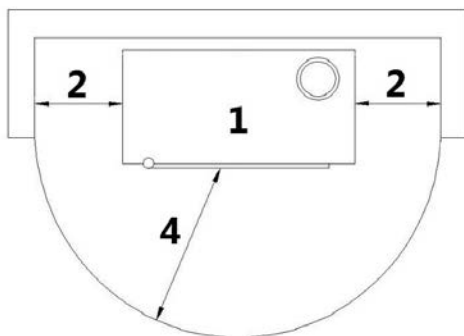

Fig. 34 - Installation murale
| LÉGENDE | Fig. 34 |
- Il est obligatoire d'installer le poêle éloigné des murs et/ou meubles, avec un écart minimum de 300 mm aux côtes, afin de permettre un refroidissement efficace de l'appareil et une bonne distribution de la chaleur dans l'ambiance (voir Fig. 34).